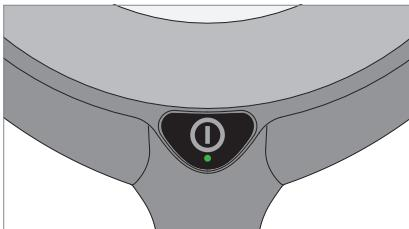

Fig. 8: Knop.
- ▶ Druk op de knop, zie Fig. 8.
- ▶ Druk op de knop en houd deze gedrukt, zie Fig. 8.
- ▶ Druk tweemaal snel achter elkaar op de toets, zie Fig. 8.